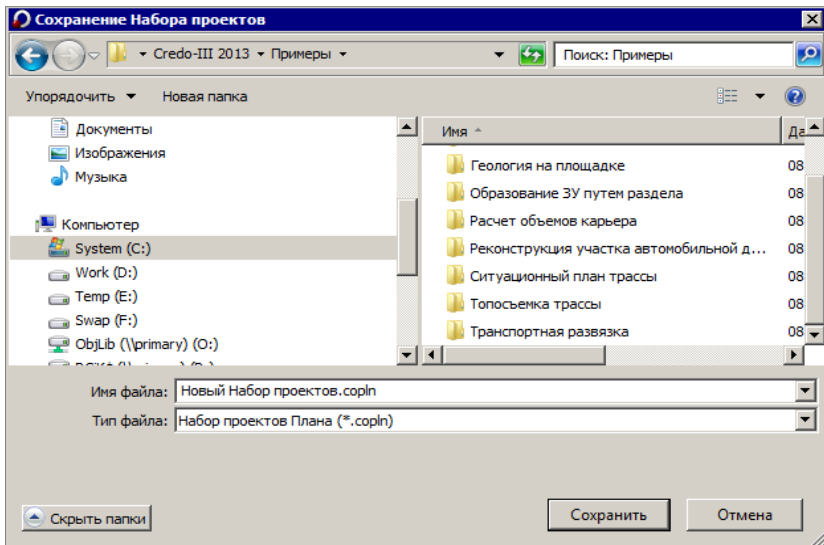

Рис. 3.15
- После выбора команды появляется диалог **Сохранение набора проектов** (рис. 3.15).
- Нажмите кнопку **Сохранить** (рис. 3.15).